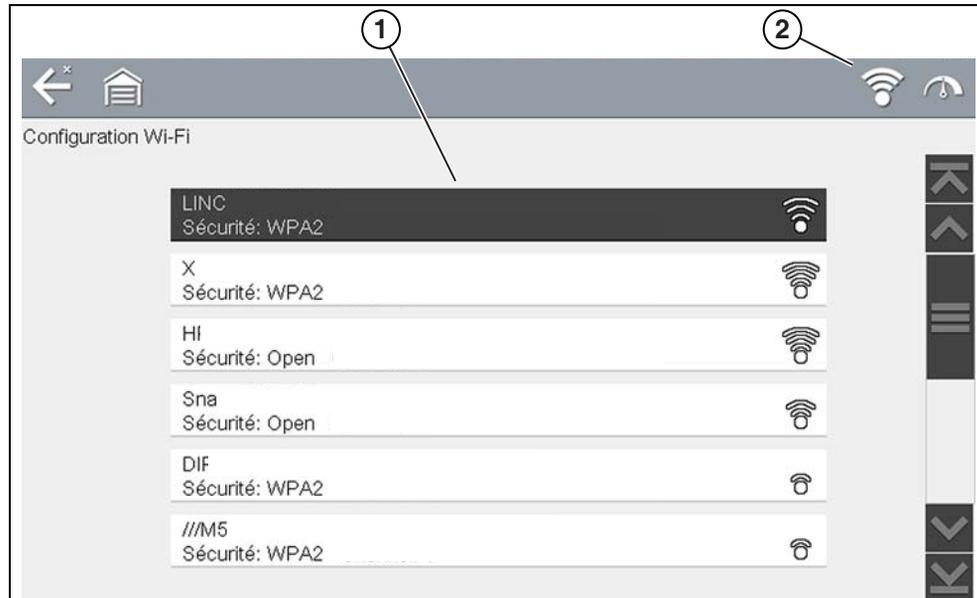

Figure 13-2
4. Sélectionnez votre réseau. Utilisez la fonction de défilement pour afficher toutes les connexions actives (Figure 13-2).